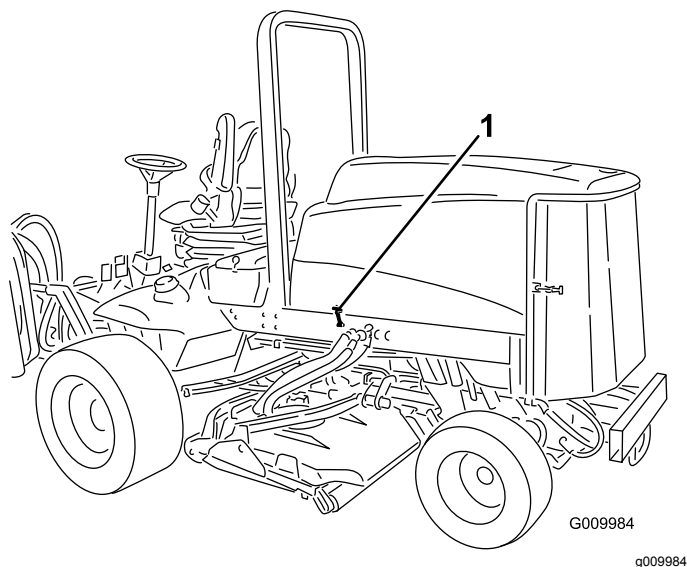

Figura 18
1. Solte os trincos do capot (Figura 18) e levante o capot.